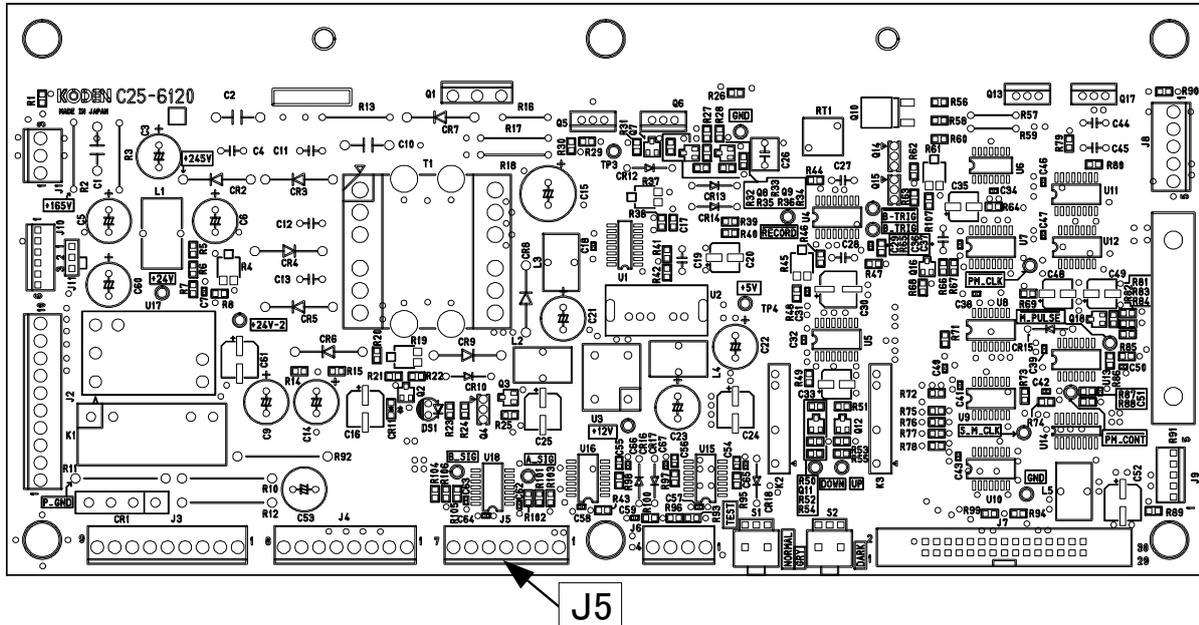

図 4.7 C25-6120 J5 配置説明図
8. 記録器 WINCH コネクタから、C25-6120 J5 までの導通をテスターで確認します。ウインチコネクタ-9ピンと C25-6120 J5-4 ピン(橙)間の導通を確認してください。導通があれば、正常です。(図 4.7 参照)
9. 記録器 WINCH コネクタから、C25-6120 J5 までの導通をテスターで確認します。ウインチコネクタ-Eピンと C25-6120 J5-1 ピン(黒)間の導通を確認してください。導通があれば、正常です。(図 4.7 参照)